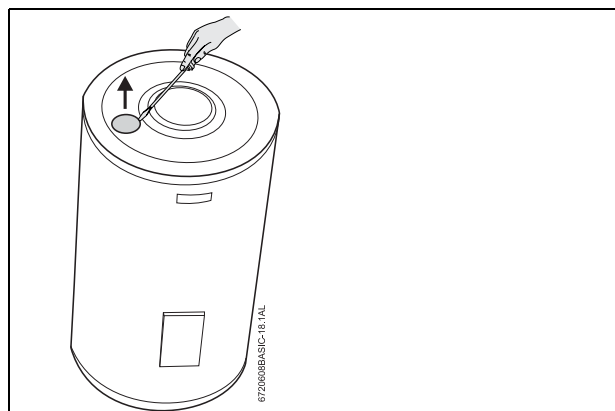

Fig. 13
- ▶ Retirar a tampa plástica no topo do termoacumulador, ver Fig. 13.